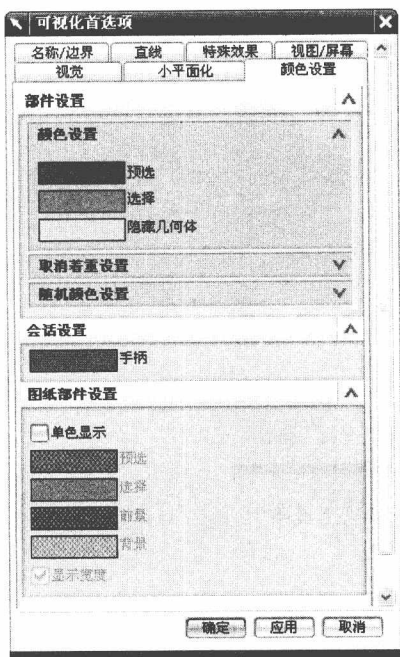

图 1.10 “可视化首选项”对话框
(1) 选择“首选项”|“可视化”命令, 弹出“可视化首选项”对话框, 打开“颜色设置”选项卡, 如图 1.10 所示。
(2) 分别单击“预选”、“选择”、“隐藏几何体”对应的颜色框, 弹出“颜色”对话框, 单击拟更改的颜色, 两次单击“确定”按钮完成修改。
(3) 将鼠标再次移近模型, 模型上光标所指之处变成设定的“预选”颜色。单击实体上任意一个几何要素, 该要素由“预选”的颜色变成“选择”的颜色。